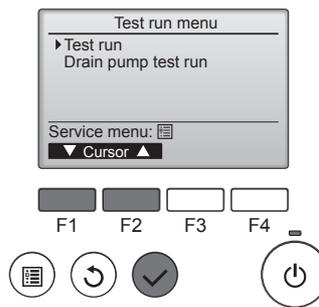

Fig. 7-5
- ④ Sélectionnez "Test run" (Test fonctions) à l'aide du bouton [F1] ou [F2] puis appuyez sur le bouton . (Fig. 7-5)